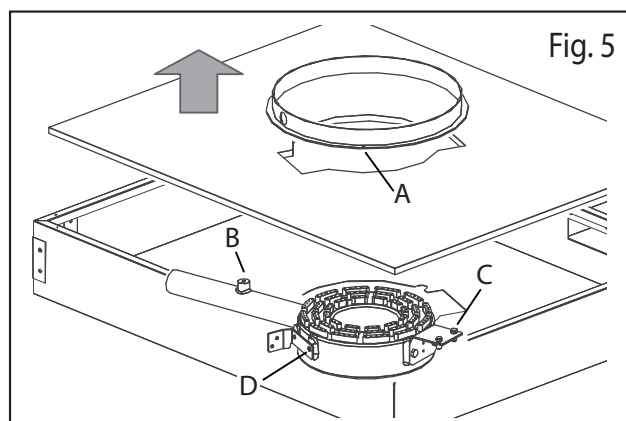

Fig. 5
Chapeira 980: Soltar os parafusos de fixação do transportador de calor (Fig. 5/A)
- Retirar o isolante e soltar o queimador da câmara de combustão (Fig. 5/B+C)
- Soltar os suportes (Fig. 5/C+D) e voltar a apertá-los no novo queimador